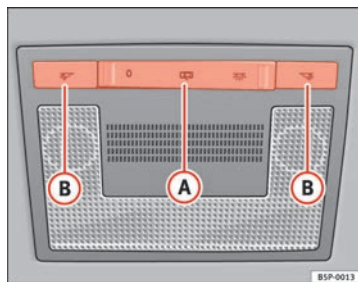

Fig. 77 Ciel de pavillon : plafonnier avant
La commande à bascule (A) ⇒ fig. 77 vous permet de sélectionner les positions suivantes :
Placez la commande en position O ⇒ fig. 77.